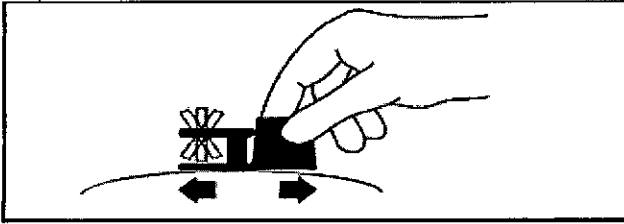

FIGURA 7
- d) Siguiendo la dirección de la flecha que se encuentra en el producto, mueva lentamente la base del MAGNA-FINDER™ hacia delante y hacia atrás sobre la superficie del tejido como se muestra en la Figura 7. El imán del MAGNA-FINDER™ indicará la posición del reservorio sobre un plano.